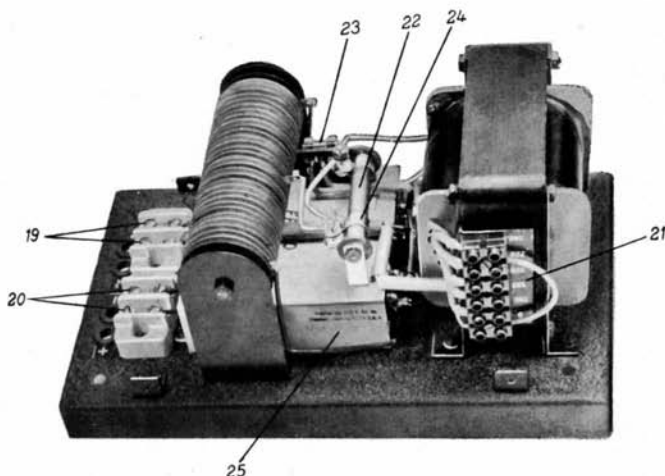

Abb. 4 Trockengleichrichter BG 30
Bei Verwendung von Wechselstrom muß zur Speisung der Erregung mit 220 Volt Gleichstrom der Gleichrichter Type BG 30 (Abb. 4) vorgeschaltet werden. Dieser kann bei einer Spannung von 220 Volt Gleichstrom bis zu 300 mA belastet werden. Der Anschluß der Netzzuleitung erfolgt an den beiden mit \sim bezeichneten Klemmen (19). An den benachbarten, mit (+ und -) bezeichneten Klemmen (20) wird der Erregergleichstrom abgenommen. (Anschluß mit Kupplung (17) an Steckdose (18))
Bei Störungen am Gleichrichter, Abb. 4 schmilzt die Glasrohrsicherung (23) ab. Wenn die neu eingesetzte Ersatzsicherung ebenfalls nach kurzer Zeit durchschmilzt, ist der Gleichrichter zur Instandsetzung an die Fabrik weiterzuleiten.